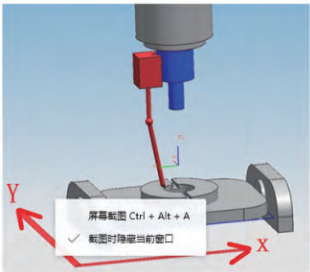

图 10
(3) 摆长的测量。五轴机床为双摆台结构时，摆长为转台表面到摆轴轴线的距离。摆长有两种方式获得，一种是机床生产厂家提供，另一种方法是自己测量获得。如图 10 所示，用千分表沿着 X 轴和 Y 轴方向校正 A 轴零位，（即保证 A 轴在水平面内）再用千分表校正 C 轴回转中心，校正完后。